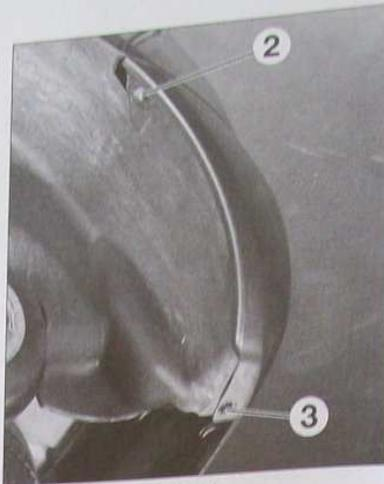

FIG.45
- l'écrou (2) de la fixation supérieure du pare-boue sur le bouclier (Fig.45).
- le clou inférieur (3) du pare-boue sur le bouclier.